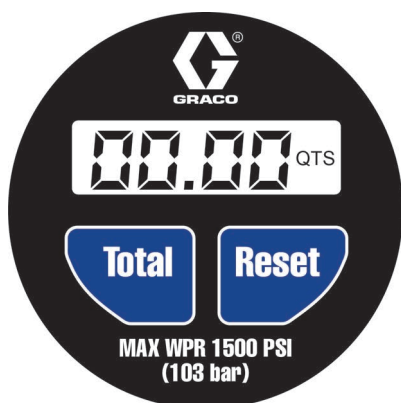
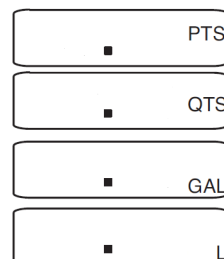

BILD 4
BILD 6: Exempel på måtenheter
Den digitala displayen kan också aktiveras genom att man trycker på knappen **TOTAL** eller genom att man startar vätskeflödet genom mätaren. (BILD 4)
Tryck på knappen **RESET** (ÅTERSTÄLL) för att radera den senast registrerade utmatningscykeln och återställa den digitala displayen till noll. (BILD 4).
Tryck på knappen **TOTAL** (BILD 4) upprepade gånger för att ändra visad måtenhet. BILD 6 visar exempel på varje måtenhet.
2. När önskad måtenhet visas, tryck in knappen **RESET** (BILD 4) för att spara ditt val.